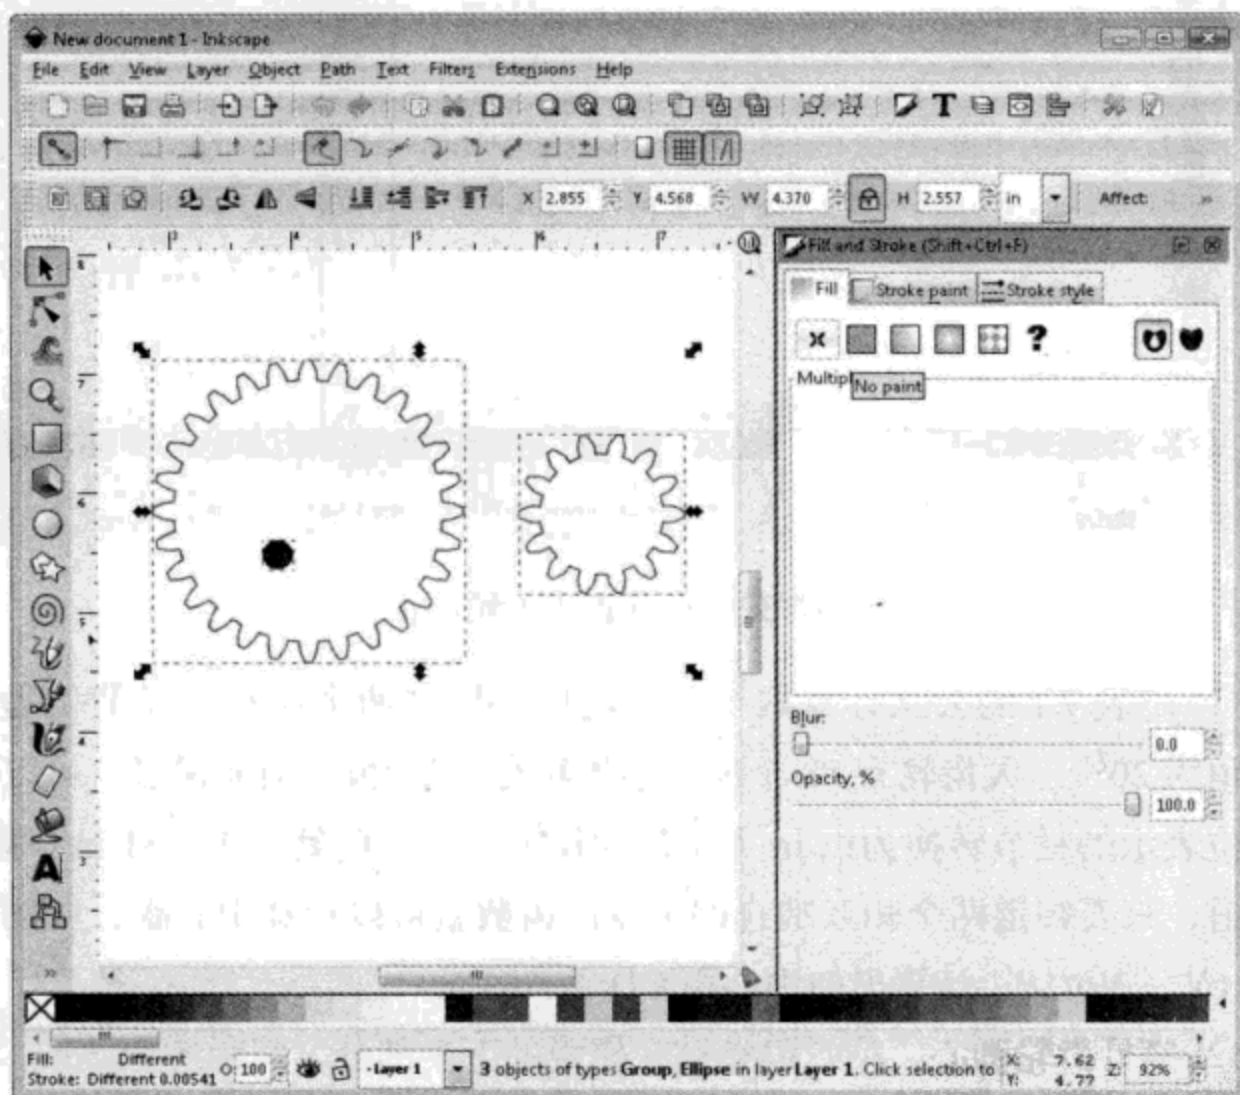

图7.31 “Fill and Stroke”窗口
(7) 围着大齿轮、小齿轮及圆画一个方框，就可以选中所有这些图形。在菜单栏上选择“Object / Fill and Stroke”出现“Fill and Stroke”窗口，如图 7.31 所示。
①在 Fill 选项卡下，单击“X”，为无填充色。
②在 Stroke paint 选项卡上，单击紧邻“X”的键，选择单色。此时设置缺省为黑色。
③在 Stroke style 选项卡上，将宽度改为 0.030 mm，按下 ENTER 键。这个值是 Ponoko 在进行激光切割时要求的线粗。如果用不同的激光切割机，必要时需要再调整这个值的大小。关掉窗口。